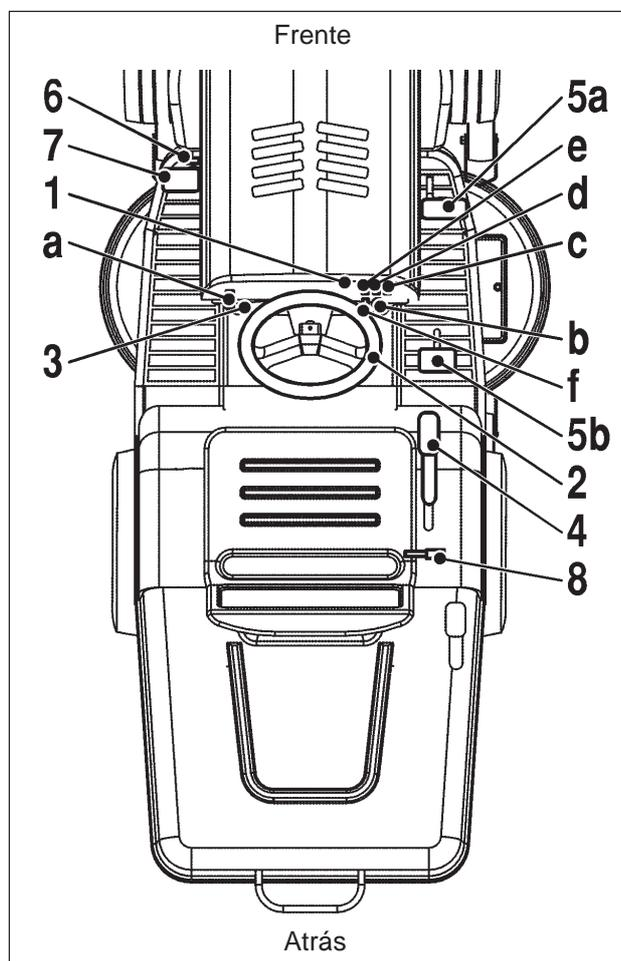

Fig. 11
1. Panel de controles (Fig. 11)
## OPERACIÓN Y DESCRIPCIÓN (FIG. 11)
En la posición T, el sistema de corte se **DETENDRÁ automáticamente y permanecerá en la posición de DETENCIÓN** aún si se vuelve a bajar la palanca de altura de corte. Para continuar el corte, presione el interruptor de reacople (vea la Fig. 11, punto 1.e).
3. Cambie el botón MAN/AUTO a la posición AUTO más baja (Fig. 11, d).